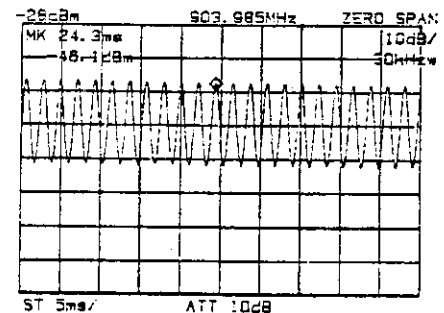

図 4-13 復調波のピークの時間間隔 $T(s)$ を求める
手順⑫ マーカを隣のピークに移動させ、その時間表示を読みます (図 4-13)。